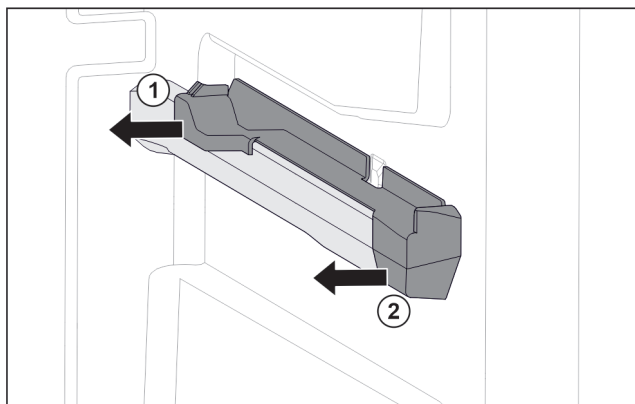

Fig. 102 Felhúzható elem a jobb oldali tartóbordán
- ▶ Oldalra húzza le a felhúzható elemet. Fig. 102 (1)
- ▶ Húzza előre felé a felhúzható elemet. Fig. 102 (2)